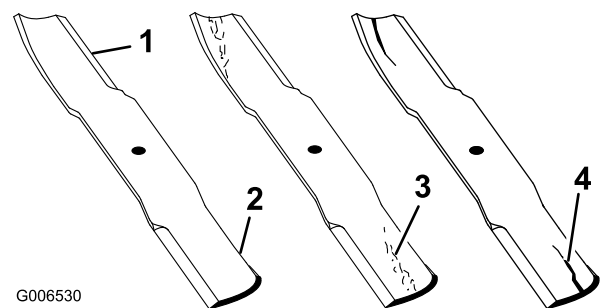

Figura 53
1. Controllate i taglienti (Figura 53). Se i taglienti non sono affilati o mostrano delle tacche, togliete le lame e affilatele. Vedere Affilatura delle lame.
2. Controllate le lame, in particolare l'area curva (Figura 53). In caso di danni, usura o scanalature in
questa zona (Figura 53), montate immediatamente una nuova lama.